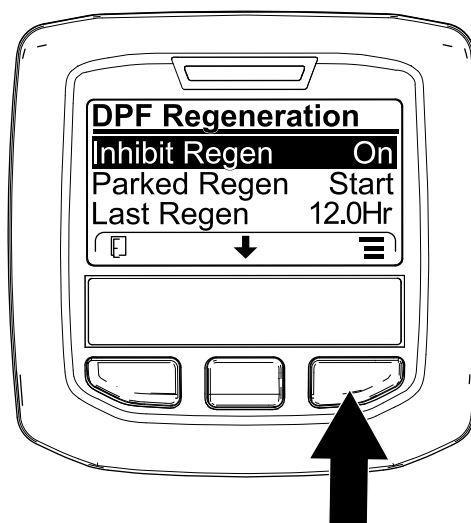
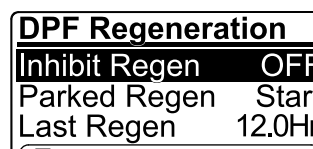

Рисунок 47
Рисунок 48
1. Перейдите в меню DPF Regeneration (Регенерация DPF), нажмите среднюю кнопку, чтобы перейти вниз к опции Inhibit Regen (ЗАПРЕТ РЕГЕНЕРАЦИИ), и нажмите правую кнопку, чтобы выбрать опцию Inhibit Regen (Запрет регенерации) (Рисунок 47).
2. Нажмите правую кнопку, чтобы изменить настройку запрета регенерации с On (Вкл.) на Off (Выкл.) (Рисунок 47) или с Off (Выкл.) на On (Вкл.) (Рисунок 48).